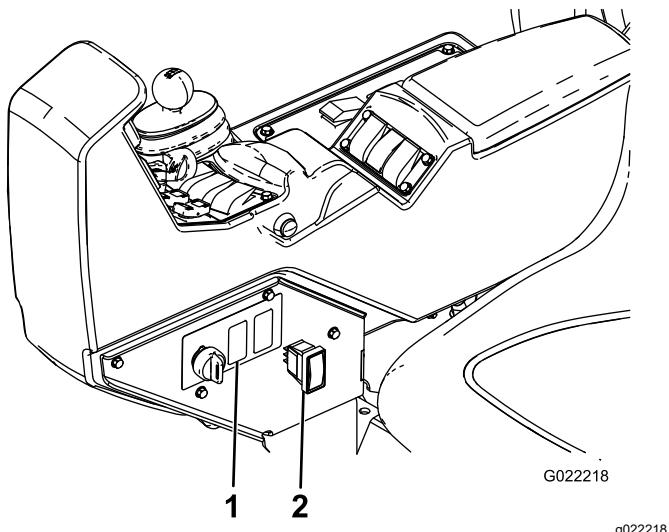

Bild 13
1. Ermitteln Sie die Blende für den Spülbehälterschalter an der Seite des Spritzgerätautomatenbretts und entfernen Sie die Blende (Bild 13).
4. Bauen Sie den Schalter durch das Armaturenbrett am Anschluss an (Bild 13).